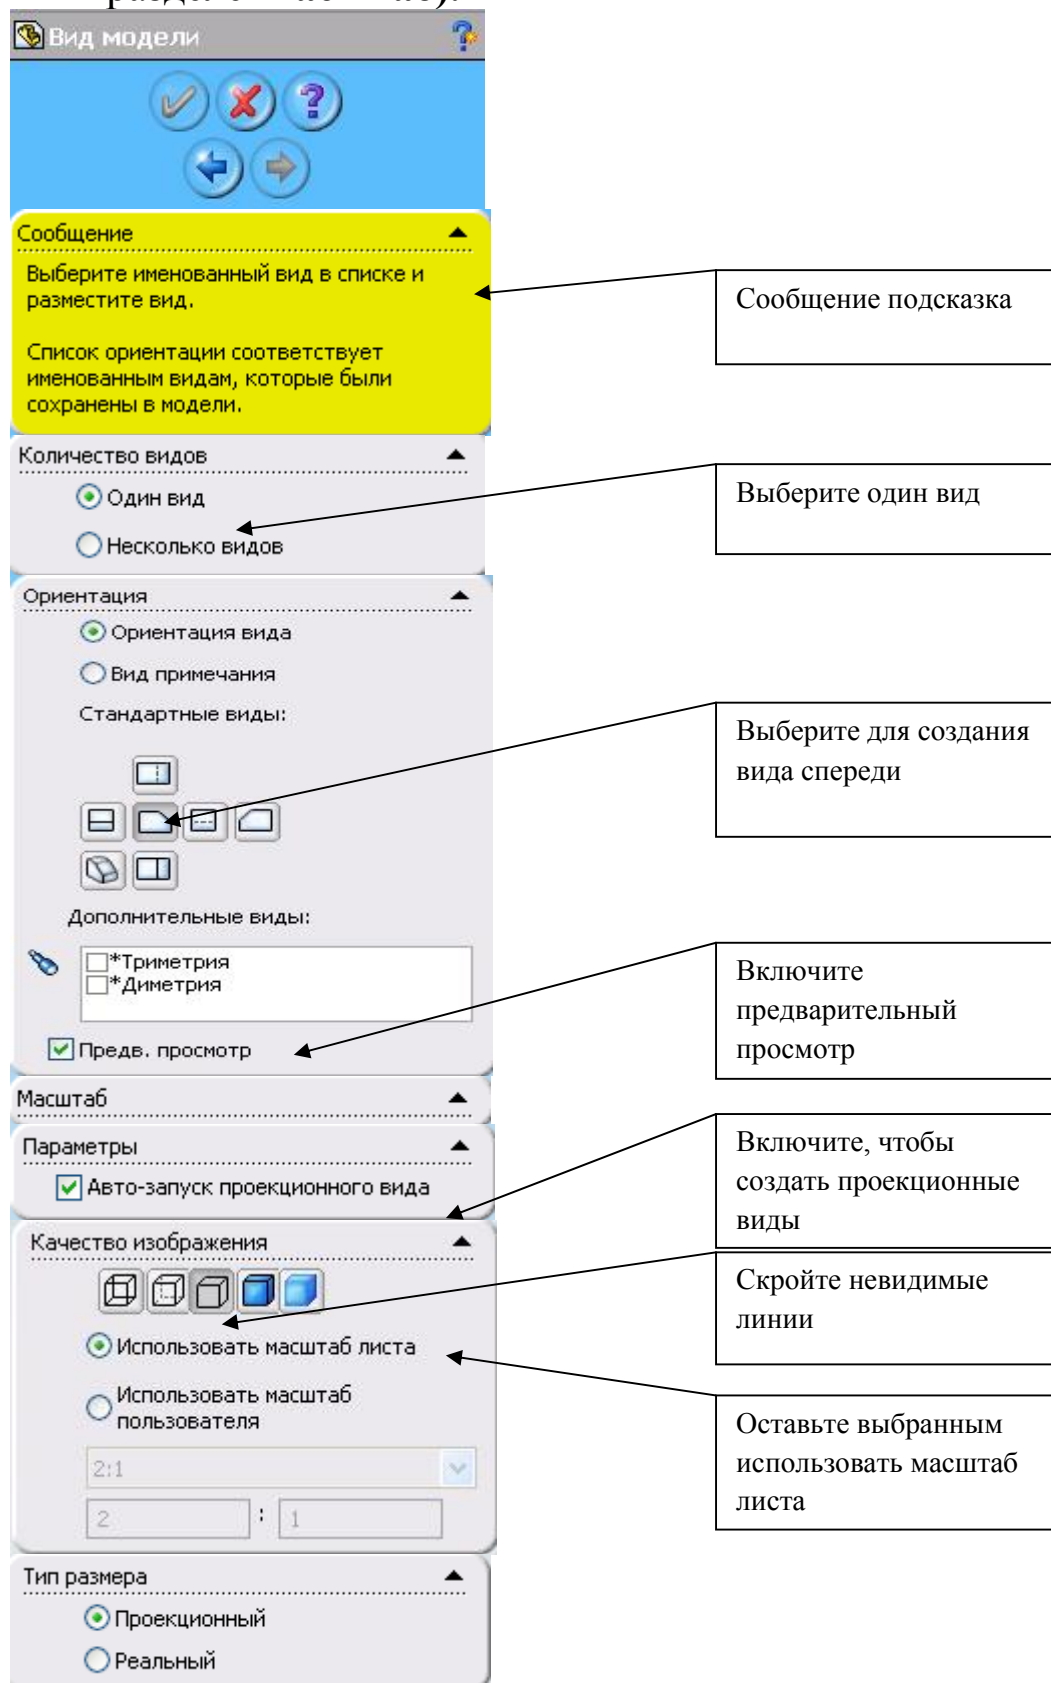

Рис. 4
2. Выполните настройки следующих параметров вида (рис. 4):